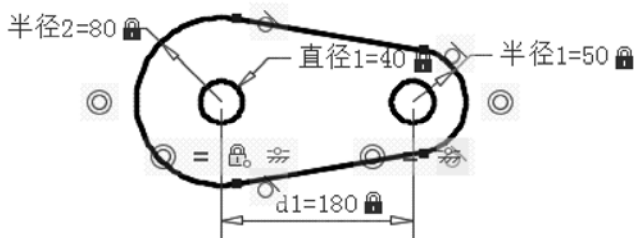

图 12-47 创建参数化图形的练习
- (1) 如何理解 AutoCAD 的参数化图形基本概念?
- (2) 几何约束类型分哪几种?
- (3) 什么是约束栏? 如何应用约束栏?
- (4) 在标注约束中, 什么是动态约束和注释性约束? 如何在这两种标注约束中切换?
- (5) 如何设置显示/隐藏选定对象的几何约束?
(6) 上机操作: 新建一个图形文档, 创建图 12-47 所示的参数化图形, 即在图形中创建所需的几何约束和动态标注约束, 使其成为完全约束图形, 并练习修改标注约束的值来观察该参数化图形的变化情况, 例如修改的 $d1$ 的值来观察参数化图形变化情况。